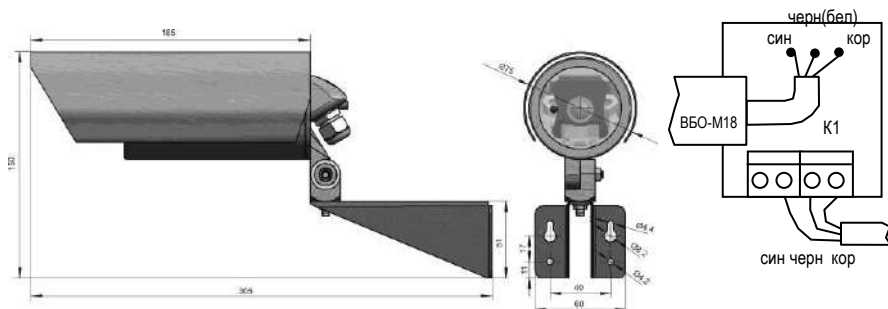

Рис. 1. Устройство и габаритные размеры выключателя
- 5.1.1 Вывернуть защитный кожух 1 корпуса (рисунок 1).
- 5.1.2 Разместить в термокожухе возле стекла пакет с силикагелем, предварительно сняв с него полиэтиленовую упаковку. При необходимости, подключить кабель 4 (рисунок 1) к клеммной колодке К1 в соответствии с **Таблицей 3**.
- 5.1.2 Закрепить кронштейны 3 (рисунок 1) в местах установки излучателя и приёмника.
- 5.1.2 Надеть на термокожухи излучателя и приёмника солнцезащитные козырьки 2 (рисунок 1).
- 5.1.3 Установить на кронштейны 3 и закрепить винтами 5 (рисунок 1) излучатель и приёмник.
- 5.2.2 Ослабить регулировочный винт 6 (рисунок 1) кронштейна приемника, направить приёмник на излучатель, затянуть винт.